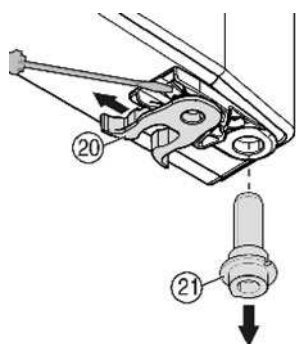

Рис. 8
- ▶ Перенесите пружинный зажим (рис. 8 (20)): нажмите на переднюю часть защелки и вытяните зажим вверх нее.
- ▶ Вытяните опорный стержень (рис. 8 (21)) из втулки двери и перенесите его на противоположную сторону вместе с шайбой. Передняя часть защелки должна быть сориентирована на внутреннюю сторону двери, а канавка — на наружную.
- ▶ Отведите дверь снизу внутрь и вставьте опорный стержень (рис. 8 (21)) в петлю. При необходимости поворачивайте опорный стержень, пока он со щелчком не встанет на место.